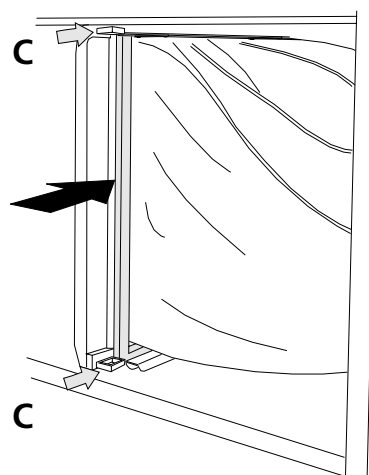

Fig 8
- Tryck in handtagen (C i Fig 8) vid filterfästets ovan- och nedre kant, så att den excentriskt styrda listen stängs.